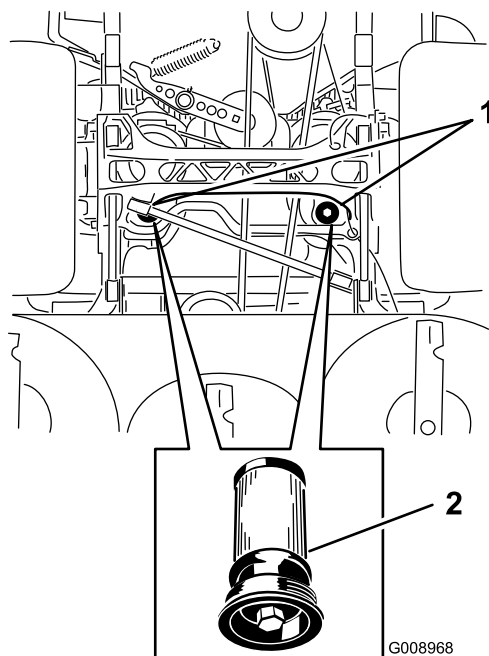

Figura 90
5. Coloque un recipiente debajo del filtro, retire el filtro usado y limpie la superficie (Figura 90).
6. Aplique una capa fina de fluido hidráulico a la junta de goma del filtro nuevo (Figura 90).